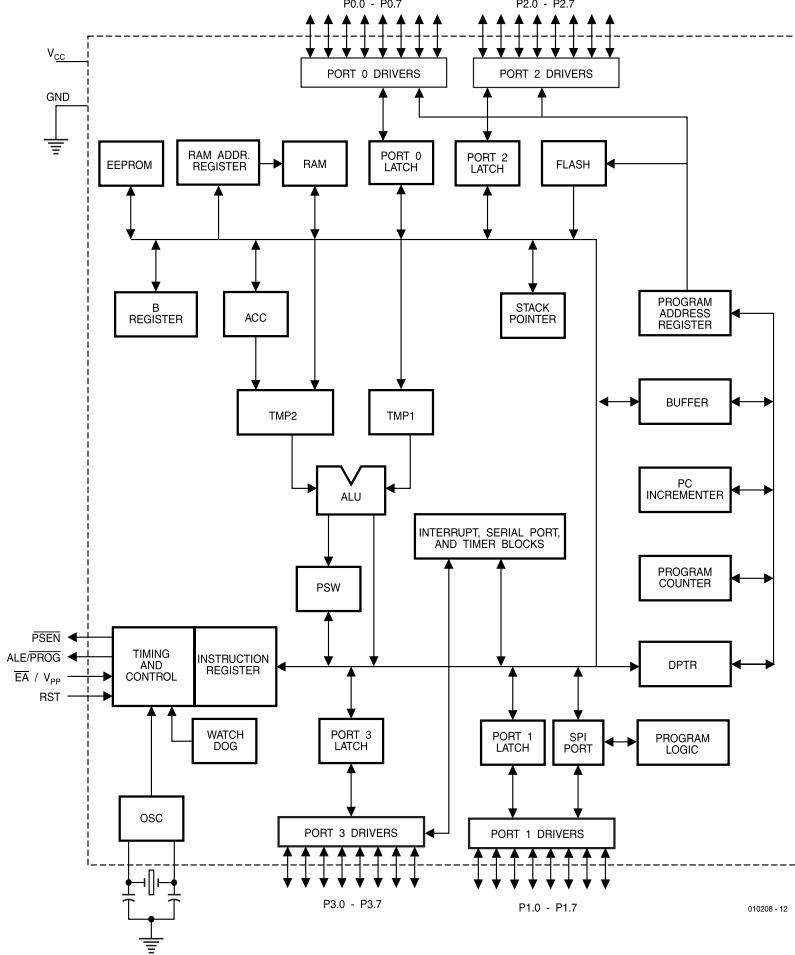

Figure 1. Schéma du contrôleur AT89S8252.
concepts ait entre temps vu le jour. L'AT89S8252 d'Atmel utilisé (dont on retrouve la structure interne en **figure 1**) correspond essentiellement au 8052 d'Intel. Cela signifie par exemple que le BASIC-52 bien connu peut être utilisé sans problèmes avec cette puce. Certaines caractéristiques supplémentaires feront plaisir au réalisateur. Il y a par exemple une surveillance du type « chien de garde » (watchdog) interne et une EEPROM de données de 2 Koctets (K). La mémoire de programme de 8 K en technologie Flash constitue toutefois l'argument décisif. Le programmeur de cette mémoire se trouve aussi sur la puce. On n'a même pas besoin d'une tension de programmation particulière : la tension normale de 5 V suffit. La programmation est effectuée en série et de façon synchrone par une interface SPI. Seules quelques liaisons sont nécessaires pour charger